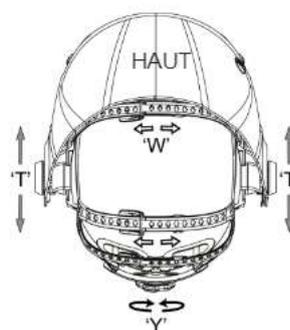

fig. 9
- La longueur du serre-tête peut être réglée à l'aide de la molette située à l'arrière. (Voir le réglage « Y » sur la fig. 9.) Ce réglage peut être effectué par l'utilisateur pendant qu'il porte le casque sur la tête afin de sélectionner la tension exacte permettant de maintenir correctement le casque sans toutefois qu'il soit trop serré.
- Si le serre-tête est placé trop haut ou trop bas sur la tête de l'utilisateur, régler la sangle passant sur le dessus de la tête. Pour ce faire, relâcher l'extrémité de la sangle en extrayant la goupille de blocage du serre-tête. Faire glisser les deux morceaux de la sangle l'un sur l'autre afin d'obtenir la longueur totale souhaitée puis insérer la goupille dans le trou le plus proche. (Voir le réglage « W » sur la fig. 9.)